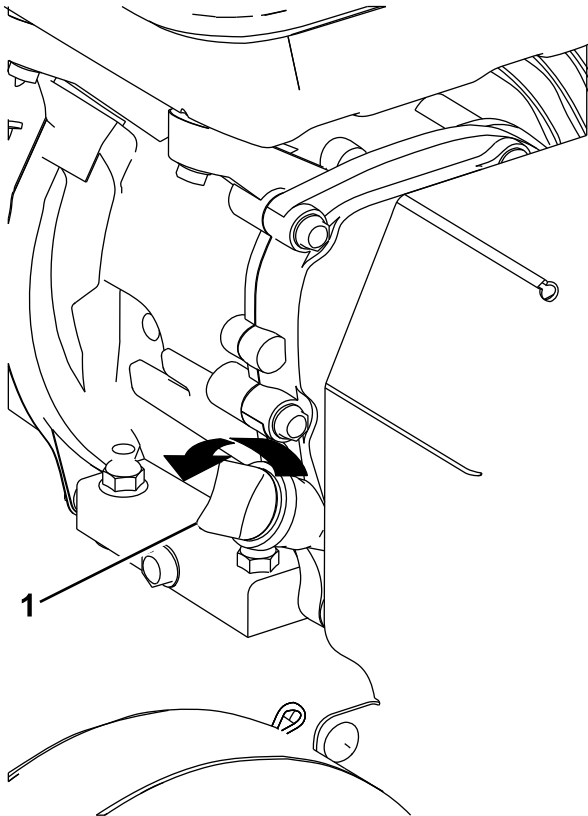

Figura 12
3. Limpie alrededor de la varilla (Figura 12) para impedir que caiga suciedad por el orificio de llenado y cause daños en el motor.
4. Desenrosque la varilla de aceite y limpie el extremo (Figura 12).
5. Introduzca la varilla a fondo en el tubo de llenado. **No la enrosque.** (Figura 12).